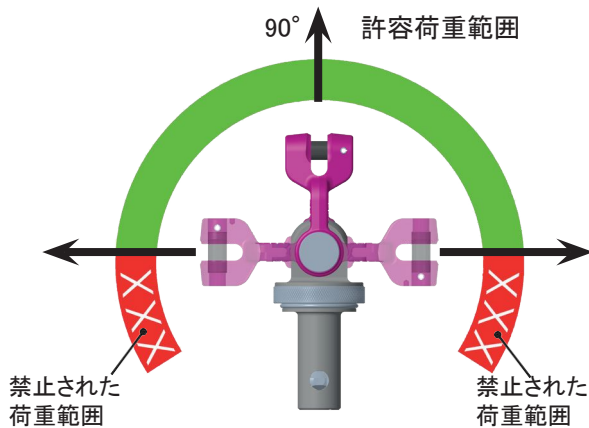
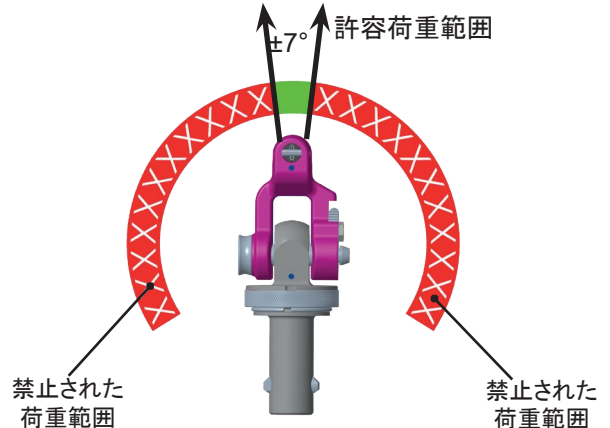

図16:ロードリング面での許容荷重範囲
図17:ロードリング面に対する横方向の禁止荷重
- PIP-RAPIDOの荷重は、使用するシャックルの荷重を下回ってはいけません。(荷重方向については図16/図17参照)